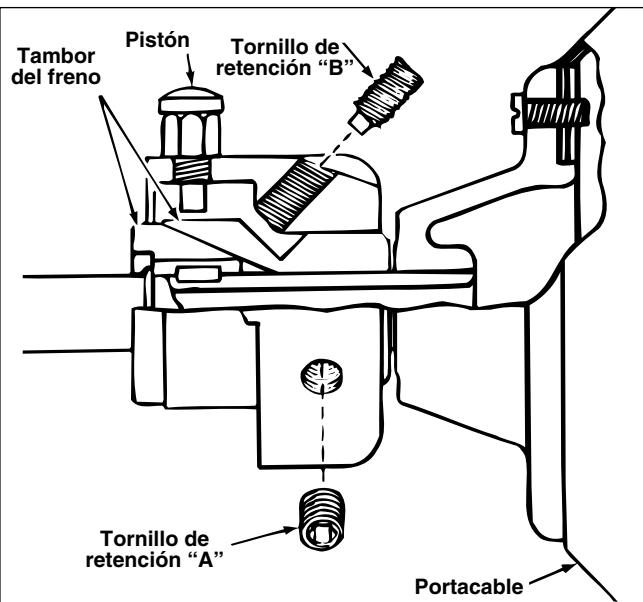

Figura 9 – Adaptador para el cable
4. Afloje levemente los dos tornillos de retención "A" empleando la llave hexagonal de $\frac{5}{16}$ pulgada (*Figura 9*).
5. Gire el tornillo de retención "B" hacia la derecha en un cuarto de vuelta (*Figura 9*).